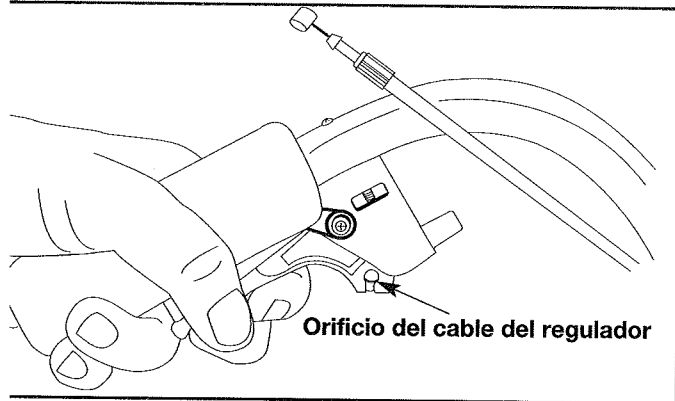

Fig. 9
2. Oprima el gatillo del regulador y localice el orificio para el cable del regulador (Fig. 9).